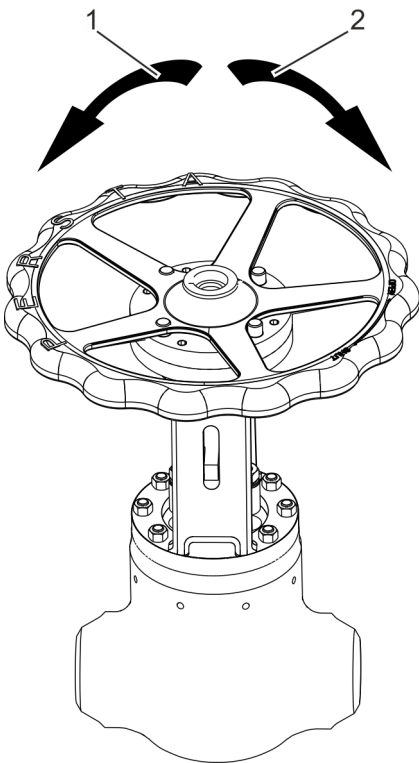

Fig. 16: Accionamiento manual: accionamiento del volante en caso de emergencia
- Giro en sentido horario (Fig. 16/2): cerrar la válvula.
- Giro en sentido antihorario (Fig. 16/1): abrir la válvula.